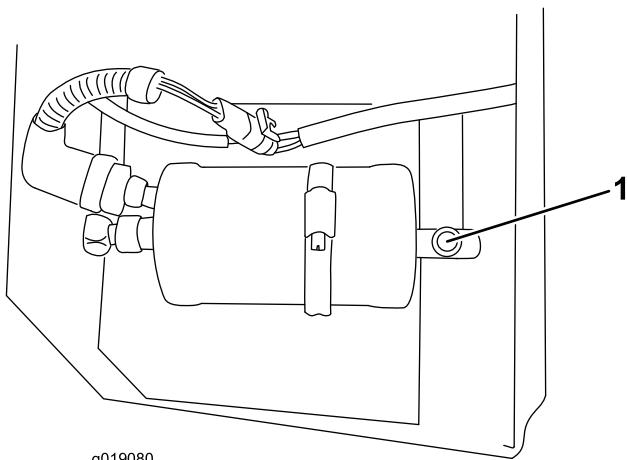

Bild 6
1. Prüfen Sie den Kühlmittelstand im Schauglas im Sammelbehälter (Bild 6).